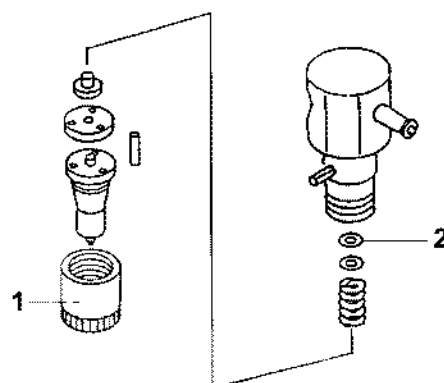

Рис. 44
1. Снимите корпус форсунки (Рис. 44, (1)).
2. Увеличьте расстояние на величину Т с помощью регулировочной подкладки (Рис. 44, (2)) на основании результатов измерения давления Р, выполненного с помощью специального тестера.